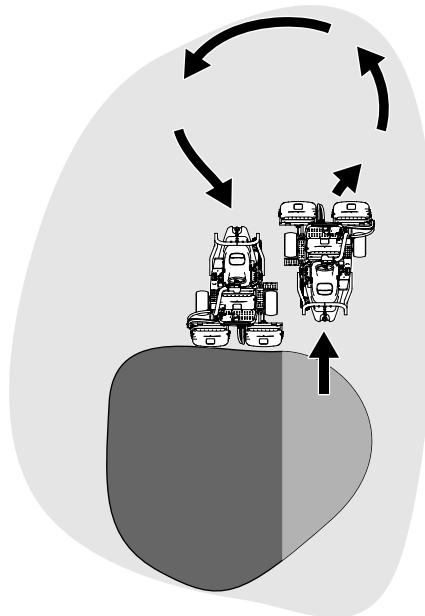

図 24
- U ターンするとき、一旦反対側にハンドルを切ってから旋回すると、楽に、しかも効率良く回ることができて次の列そろえが楽になります。反対側に軽く振ってから旋回すると雨だれ形の旋回 図 24 になって、スムーズに次の列に入ることができます。